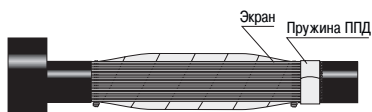

Рисунок 12
4.20 Снять временный бандаж из ленты ПВХ с проволок экрана. Проволоки экрана разогнуть в направлении друг друга вдоль муфты, наложив длинные проволоки на короткие (40 мм), и закрепить пружиной ППД (рисунок 12). Излишки проволок обрезать.